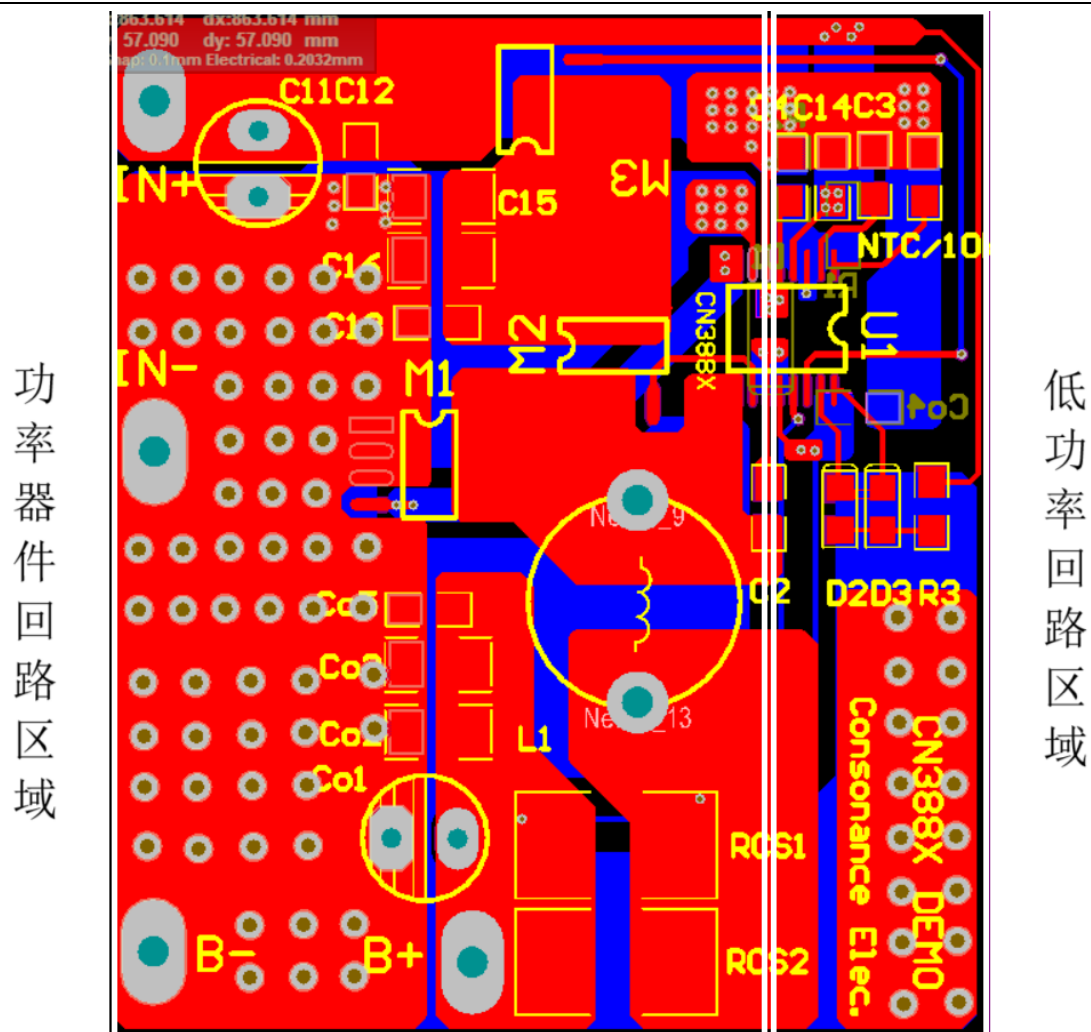

图2 功率器件回路区域与低功率器件回路区域分开示意图
1. 功率器件回路与低功率器件回路要尽量分开区域，中间用地线隔开。尽量不要功率器件回路区域包围低功率器件回路区域。如图 2 所示。